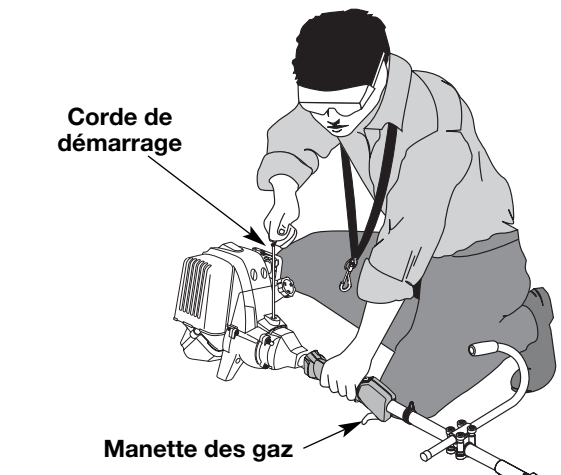

Fig. 22
**AVERTISSEMENT:** évitez tout démarrage accidentel. Tenez-vous en position de démarrage lorsque vous tirez sur la corde de démarrage (Fig. 22). L'opérateur et l'appareil doivent tous deux être en position stable pour éviter des blessures graves. Vérifiez la bonne installation de l'accessoire avant le démarrage de l'appareil.
4. Levez-vous en position de départ et **n'appuyez pas sur la manette des gaz** (Fig. 22). Tirez sèchement sur le cordon de démarrage jusqu'à 5 à 10 fois.